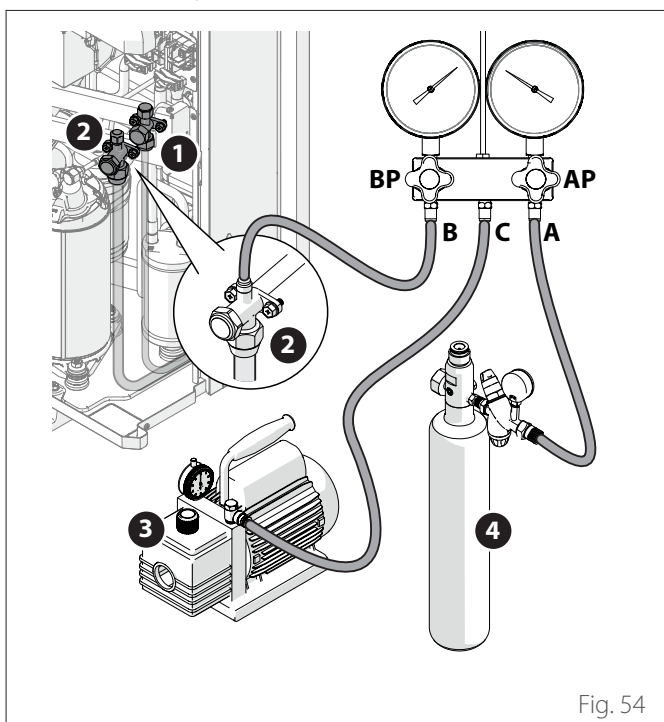

Fig. 54
- Collegare le tubazioni per il vuoto come in "Fig. 54" e la tubazione per la bombola di azoto.
- Aprire leggermente per qualche secondo la valvola di arresto **(2)** e richiuderla ("Fig. 54").